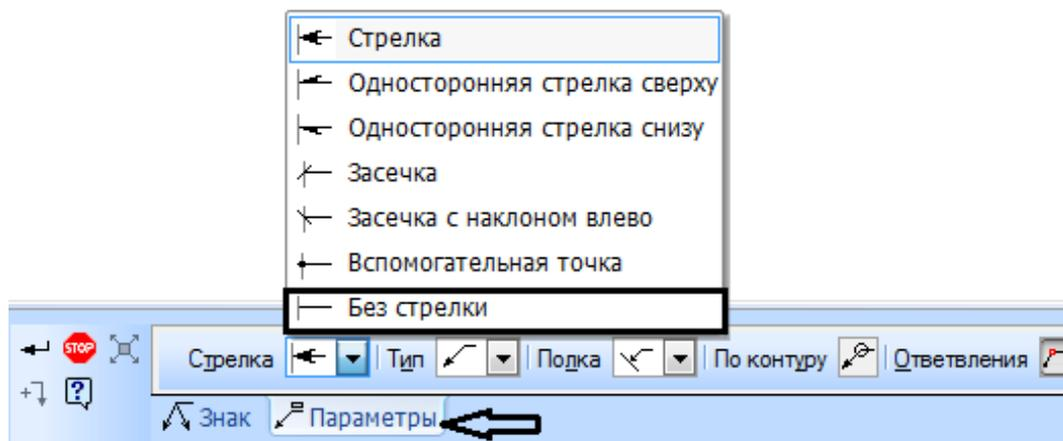

Рисунок 21.
16. Переключите панель свойств на *Параметры* и в окне *Стрелка* выберите *Без стрелки* (рисунок 21)